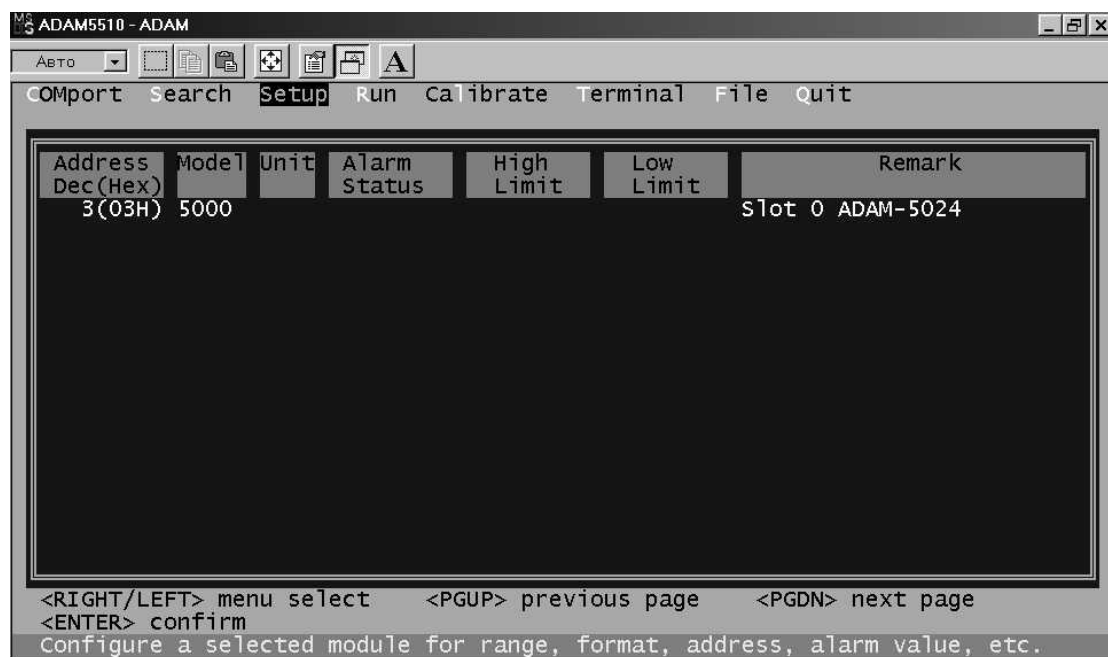

Рис. 1-3. Экранная форма "Utility/Configure"
1. В меню **Utility** выберите команду **Config** и нажмите клавишу **<Enter>**. После завершения вывода ряда сообщений экран монитора примет вид, приведенный на рис. 1-3. Эта экранная форма используется для проведения конфигурирования и калибровки модулей ввода-вывода серии ADAM-5000.
7. В меню **Utility** выполните команду **Configure**. Произойдет передача файлов и перезагрузка микроконтроллера, а затем и поиск всех установленных модулей с выдачей на экран информации о них. Экран монитора примет вид, аналогичный приведенному на рис.1-3.